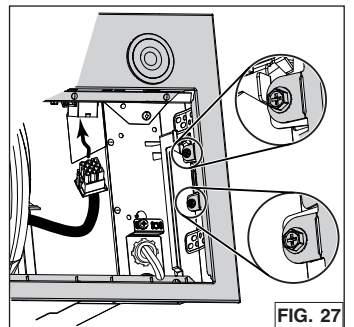

FIG. 27
6. Vuelva a instalar y fije el panel frontal a la campana usando los 4 tornillos de sujeción (dos por lado, rodeados en la FIG. 27). Enchufe el cable del ventilador a su conector en el panel frontal.